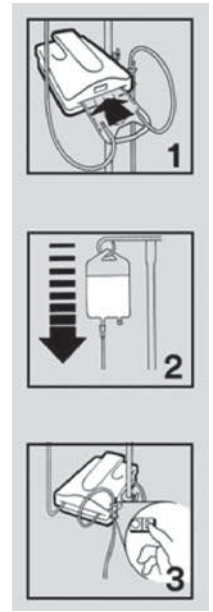

Figure 4
2. Insérez la cassette dans la fente de l'unité de réchauffement. La cassette ne peut entrer dans le dispositif que dans un sens (voir la Figure 4, n° 1).
3. Amorçez le set de réchauffement. Vous trouverez des informations sur l'amorçage du set dans les instructions fournies avec les sets de réchauffement (voir la Figure 4, n° 2).
5. Branchez le cordon d'alimentation dans une prise électrique appropriée. Mettez l'unité en marche (voir la Figure 4, n° 3). L'écran alphanumérique s'allume après quelques secondes. Il faut moins de deux minutes pour atteindre le point de consigne de température de 41 °C.